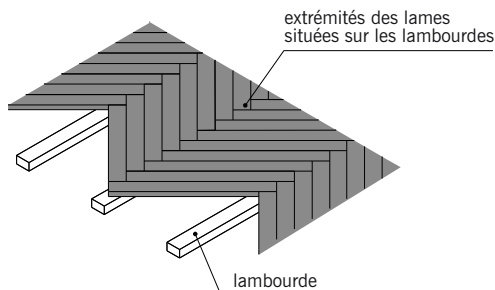

fig. 10.6
- Le **parquet à bâtons rompus** est constitué de lames de longueurs égales orientées à 45° par rapport à la direction des lambourdes. Les extrémités des lames sont coupées à angle droit (fig. 10.6).